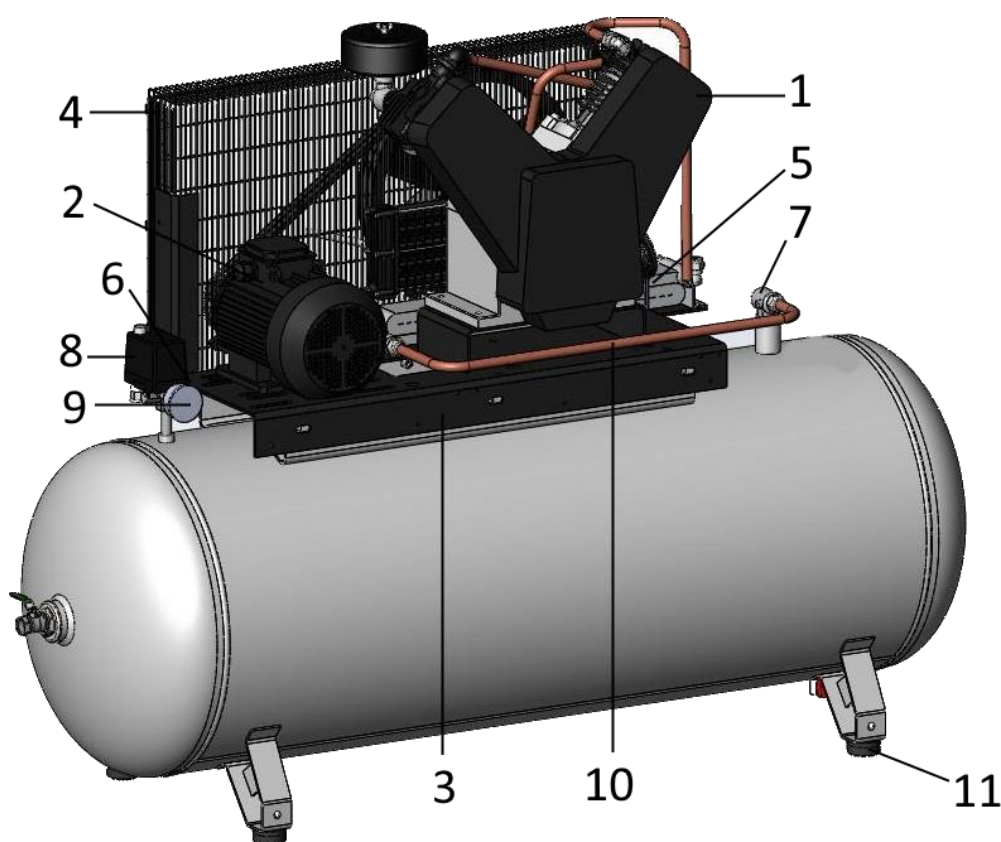

Рисунок 3 Установка компрессорная СБ4-500.F55/8, СБ4-500.F55, СБ4-500.F55/14
6.3.3 На отводящем трубопроводе необходимо установить трехходовой кран или другое устройство, обеспечивающее сброс давления воздуха из коллектора 12 (см. рисунок 3), при остановке и отключении компрессора от воздушной сети.
Компрессор (рисунок 3) состоит из следующих основных сборочных единиц и деталей: блока компрессорного 1, электродвигателя 2, платформы 3, защитного ограждения 4, охладителя 5, предохранительного клапана 6, обратного клапана 7, прессостата 8, манометра 9, воздухопровода 10, виброопор 11, шкафа с электроаппаратурой (для моделей СБ4-500.F55 S/D, СБ4-500.F55S/D).